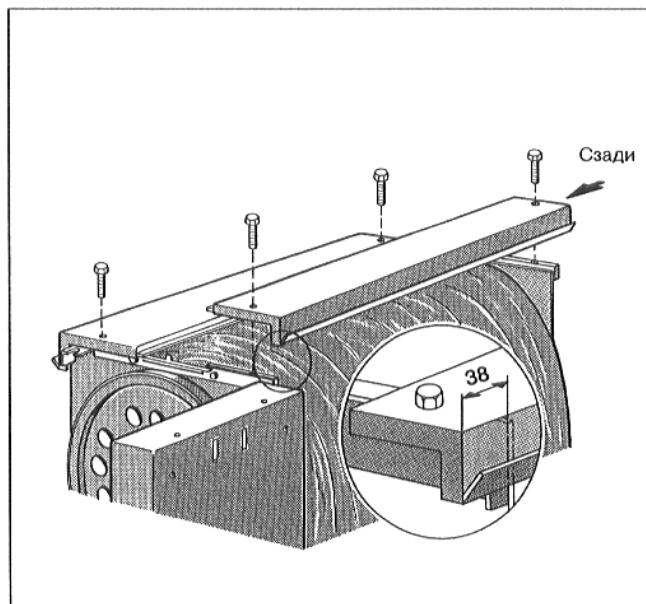

Рис. 12
- Наложить правую и левую часть кожуха на верхнюю траверсу и привинтить к траверсам спереди и сзади посредством винтов с шестигранной головкой (Рис. 12).
Расстояние от передней кромки части кожуха до передней стенки котла должно составлять 38 мм (Рис. 12).
- Вставить по 3 или, соответственно, по 2 детали боковых стенок справа и слева внизу шлицами в петли боковых рамных планок и навесить их сверху в окантовку бокового кожуха котла (Рис. 12).